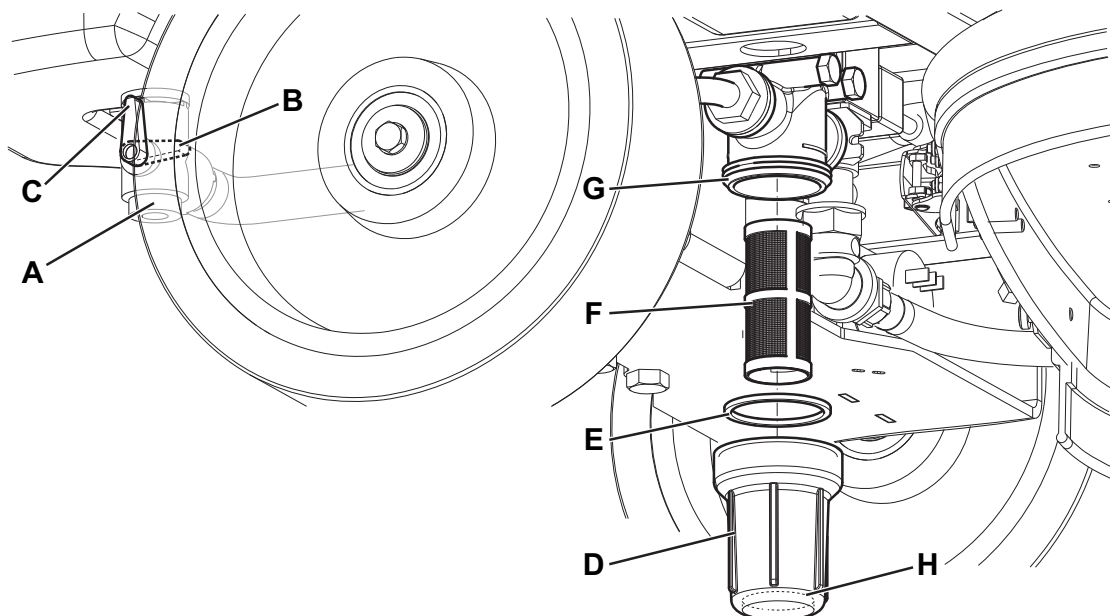

Abbildung 10
2. Zündschlüssel (58) in Stellung 0 drehen.
3. Das Reinigungslösungsventil (A, Abb. 10) schließen. Das Ventil befindet sich unter dem Gerät hinter dem linken Hinterrad. Das Ventil (A) ist geschlossen, wenn es sich in Stellung (B) befindet. In Stellung (C) ist es geöffnet.
4. Den durchsichtigen Becher (D) abnehmen, Dichtung (E) beiseite legen und Siebfilter (F) entfernen. Alle Bauteile mit Wasser reinigen und wieder in der Halterung (G) anbringen.